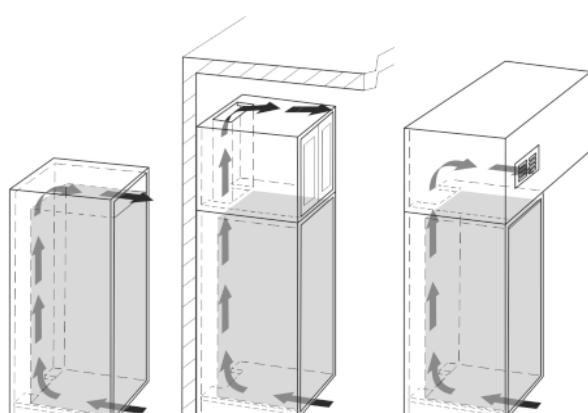

Fig. 4
- Верхняя площадь вентиляционного отверстия может быть выполнена или непосредственно над устройством и снабжена вентиляционной решёткой Fig. 4 (C), находится рядом с крышкой над мебелью Fig. 4 (D), или иметь вид вентиляционного отверстия в промежуточном перекрытии Fig. 4 (E).